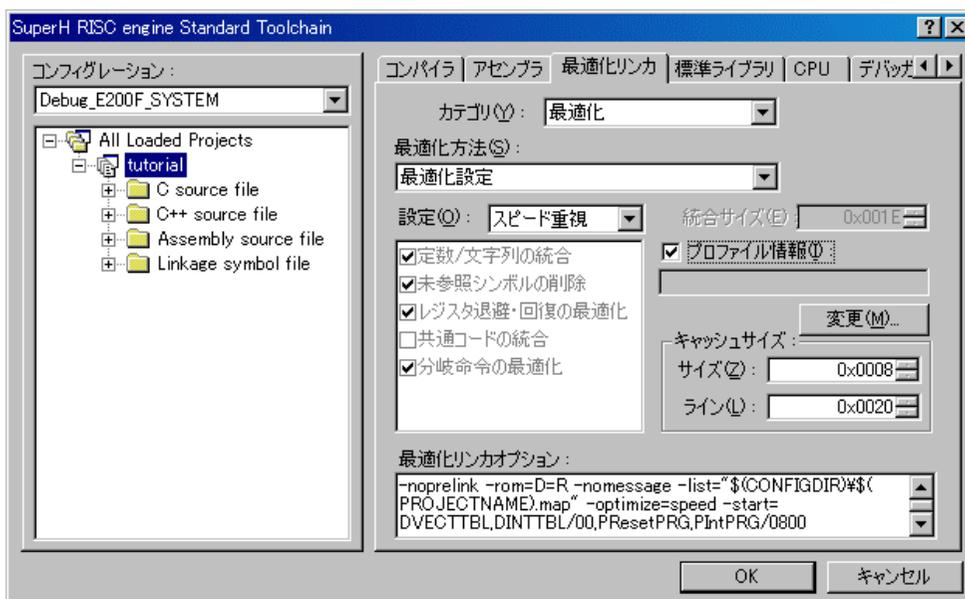

図 5.87 [Standard Toolchain]ダイアログボックス(2)
- [オプション]ダイアログボックス(メインメニューの[ツール->オプション...]を選択すると開きます)の[確認]タブ(図5.87)で[スタック情報ファイルをロードします (SNI ファイル)]チェックボックスをチェックしている場合